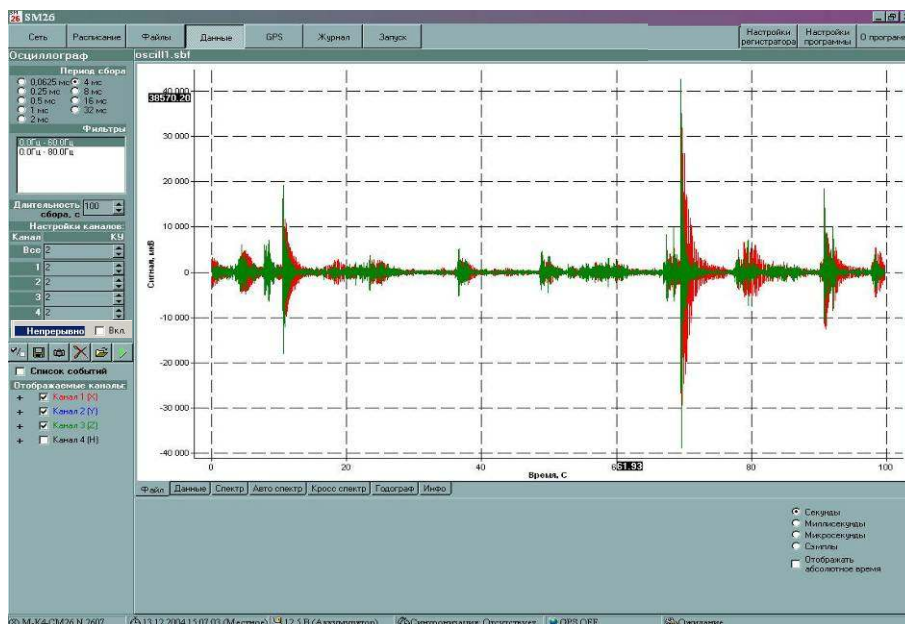

Рисунок 3.8 - Вкладка «Данные -Файл»
- вкладка **Данные-Файл** (рисунок 3.8) выводит в графическом виде временной ряд **в полном объеме**.